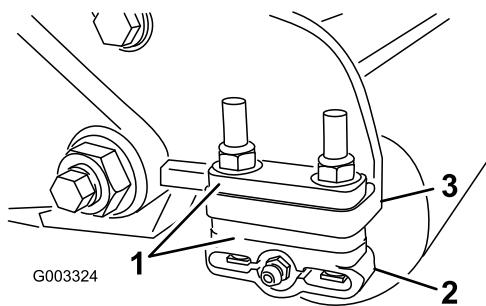

Figura 11
- Regolate le staffe del rullo posteriore (Figura 11) in base all'altezza di taglio desiderata posizionando il numero di distanziali necessari sotto la flangia di montaggio della piastra laterale (Figura 11) conformemente alla tabella delle altezze di taglio.